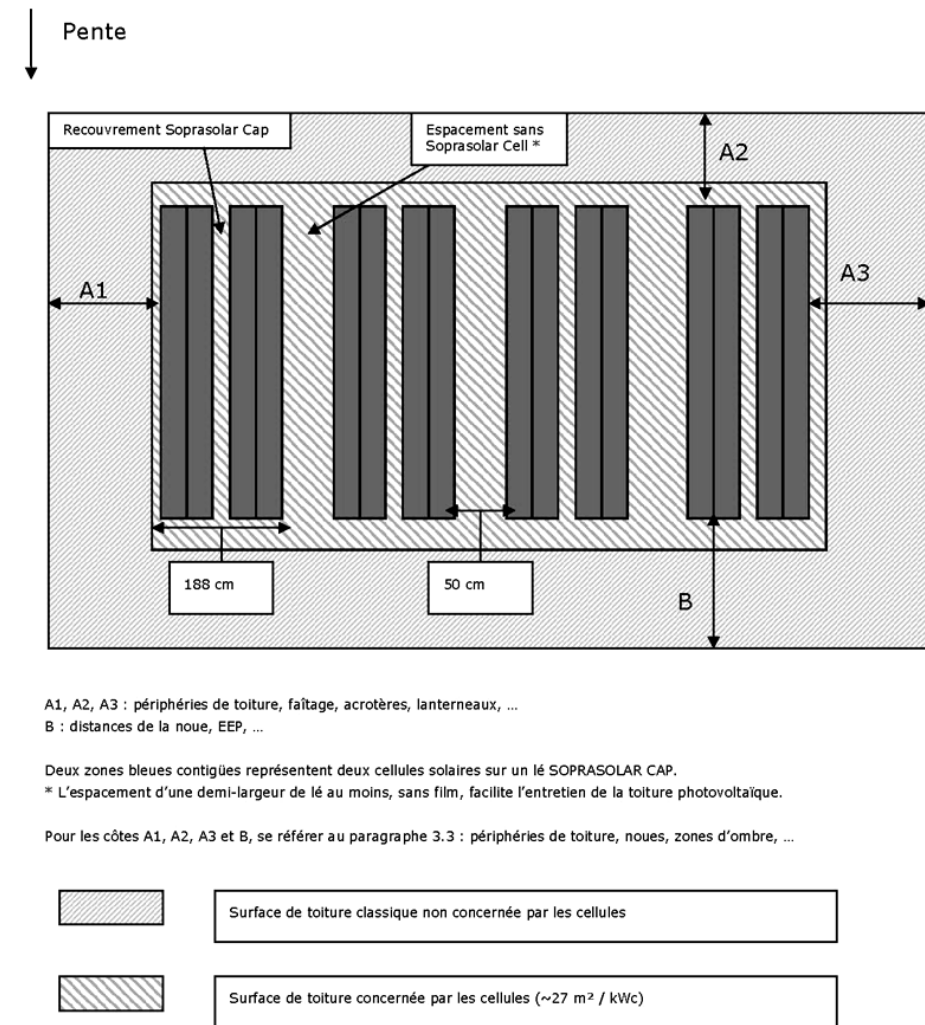

Figure 2 – Disposition des cellules sur la toiture
#### Soprasolar Cell (voir figure 2)
Ils sont disposés à plus de 0,5 m de la périphérie des toitures (relevés, lanterneaux, etc....) (voir cotes A1, A2 et A3 en figure 2). Les Documents Particuliers du Marché peuvent conférer à ces périphéries de toitures la fonction de chemin de circulation, dans ce cas, ils doivent prévoir l'installation d'un garde-corps conforme à la réglementation, en rive et autour des ouvrages présentant des risques de chute.
- le pourtour des évacuations d'eaux pluviales sur une emprise globale de 0,80 m (voir cote B en figure 2),